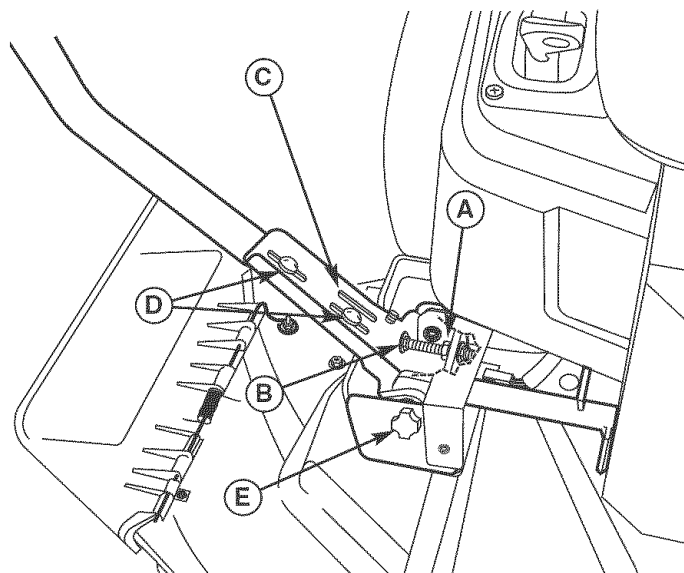

Figura 36. Ajuste de las Palancas de Control
Jale las palancas hacia adentro, encima del regazo del operador a la posición de DRIVE. Afloje los pernos de montaje (D, Figura 36) y suba o baje las palancas a la posición deseada. Apriete los pernos de montaje (D).
La brecha final de las palancas de control deben ajustarse de modo que las palancas no se toquen entre sí cuando se pongan en posición de DRIVE. Afloje la contratuerca (A, Figura 36) y ajuste la longitud del tornillo de cabeza redonda (B) de modo que las palancas no se toquen entre sí. Repita lo mismo en el lado opuesto. Apriete la contratuerca (A) para fijar el tornillo de cabeza redonda en su posición.
El espacio entre el operador y las palancas de control puede incrementarse quitando el perno de montaje más bajo (D, Figura 36), girando la palanca hacia adelante y reinstalando el tornillo de cabeza hexagonal a través de las palancas de control y la ranura delantera (C). Repita lo mismo con la palanca de velocidad.
Si el tractor vira a la derecha o a la izquierda cuando las palancas del control de velocidad están en la posición de velocidad máxima hacia adelante, la velocidad máxima de cada una de las palancas puede balancearse girando las perillas de ajuste (E, Figura 36). Gire la perilla A LA IZQUIERDA para aumentar la velocidad o A LA DERECHA para disminuir la velocidad.